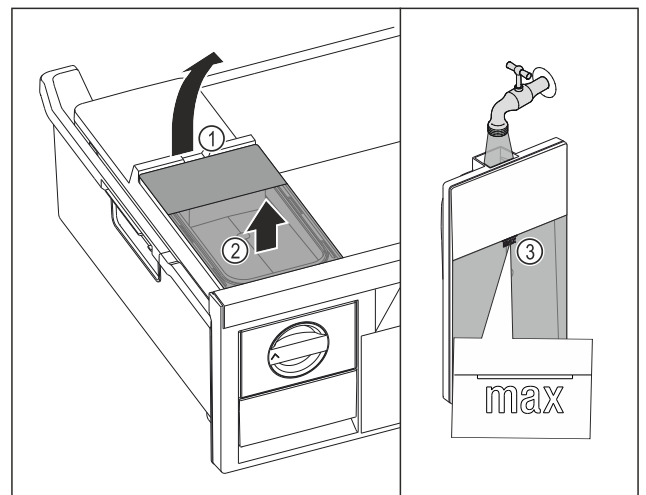

Fig. 89
- ▶ Wassertank an der Aussparung Fig. 89 (1) anheben.
- ▶ Wassertank nach oben entnehmen. Fig. 89 (2)
- ▶ Wassertank bis zur Markierung Fig. 89 (3) mit Trinkwasser befüllen.